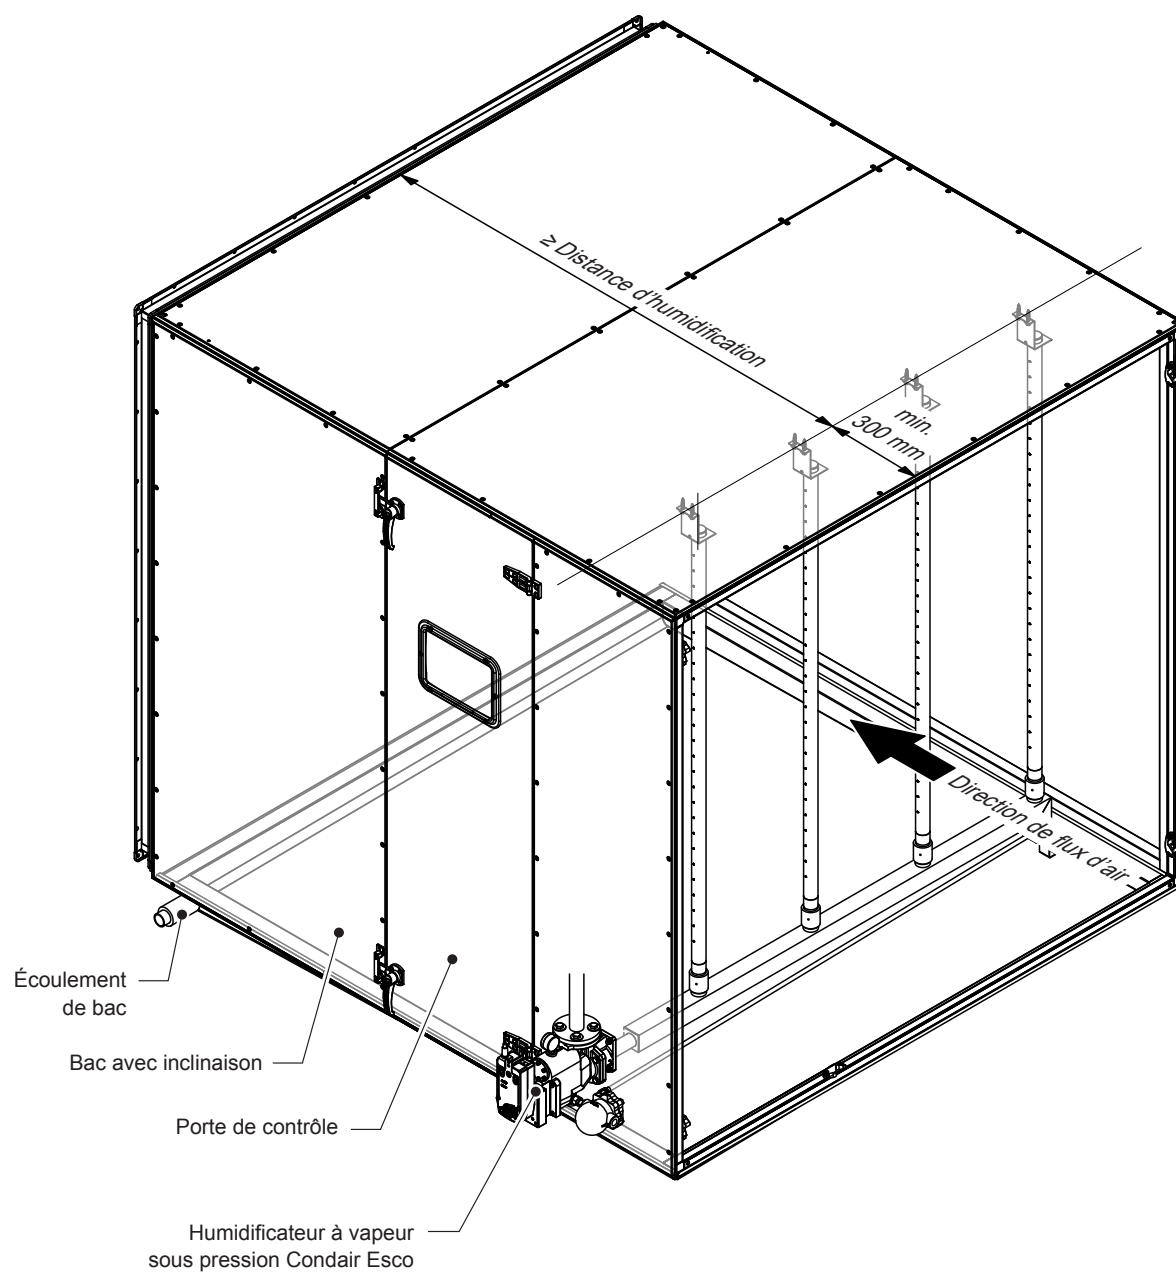

Fig. 28 : Gaine de ventilation/unité de traitement d'air avec DR73: distance aux obstacles en amont et en aval
- Distance aux obstacles en amont de DR73 au moins 300 mm (voir Fig. 28).